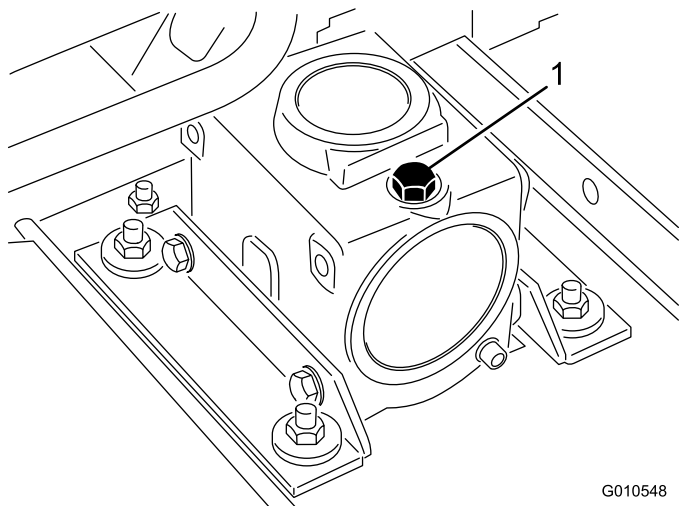

Figure 6
2. Retirez le bouchon de remplissage-jauge au sommet du boîtier d'engrenages (Figure 6) et vérifiez que le niveau de lubrifiant se situe entre les repères de la jauge. Si le niveau de lubrifiant est bas, ajoutez suffisamment de lubrifiant pour faire monter le niveau entre les repères.